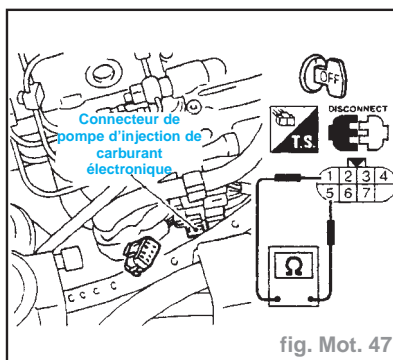

fig. Mot. 47
- Vérifier la continuité entre les bornes (1) et (5) (fig. Mot. 47) :